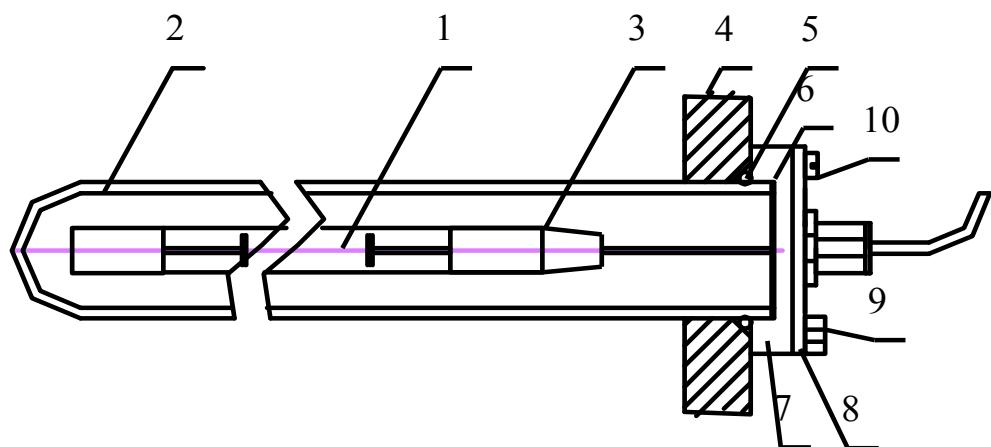

Рис. 2
4.2. На рис.2 представлен узел сборки УФ ламп. Гидроизоляцию кварцевого кожуха-2 в корпусе БО-4 обеспечивает уплотнительная прокладка круглого сечения-5, поджатая с помощью трех гаек M8 фланцем-7. Для демонтажа УФ лампы 1 необходимо снять крышку 8, закрепленную тремя винтами-10 (M4). ВНИМАНИЕ! Уплотнение фланца-8 при помощи гаек -7 производить равномерно и аккуратно по кругу – во избежание разбития кварцевой колбы-2.
- Отвинтите три винта M4 и отведите в сторону крышку с прорезями 8 (рис.2).